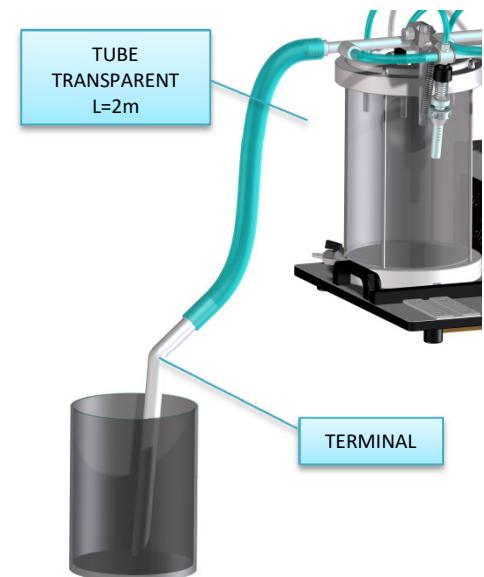

Fig.3
- le tube de tirant d'eau rigide en s'assurant que le terminal (régulateur de prélèvement) est en position pour permettre le passage du liquide (fig. 3).